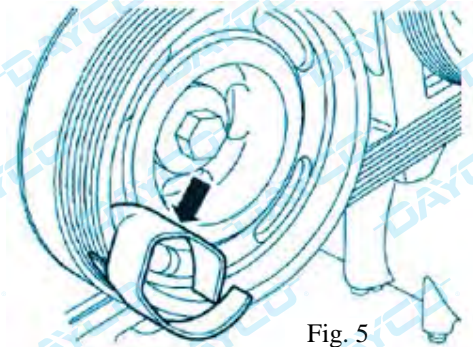

Fig. 5
- Instale el utensilio para la correa AC en la parte baja de la polea del cigüeñal (Fig. 5).